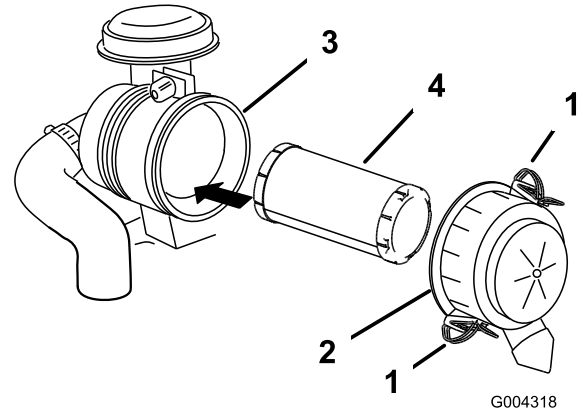

Figure 32
3. Ouvrez les dispositifs de verrouillage du filtre à air et enlevez le couvercle du corps du filtre (Figure 32).
5. Sortez l'élément filtrant du corps du filtre avec précaution (Figure 32). Évitez de cogner l'élément à l'intérieur du corps.
2. Insérez l'élément filtrant dans le corps du filtre avec précaution (Figure 32).
- Reposez le couvercle du filtre à air, le côté portant l'inscription **UP** en haut, et fermez les dispositifs de verrouillage (Figure 32).